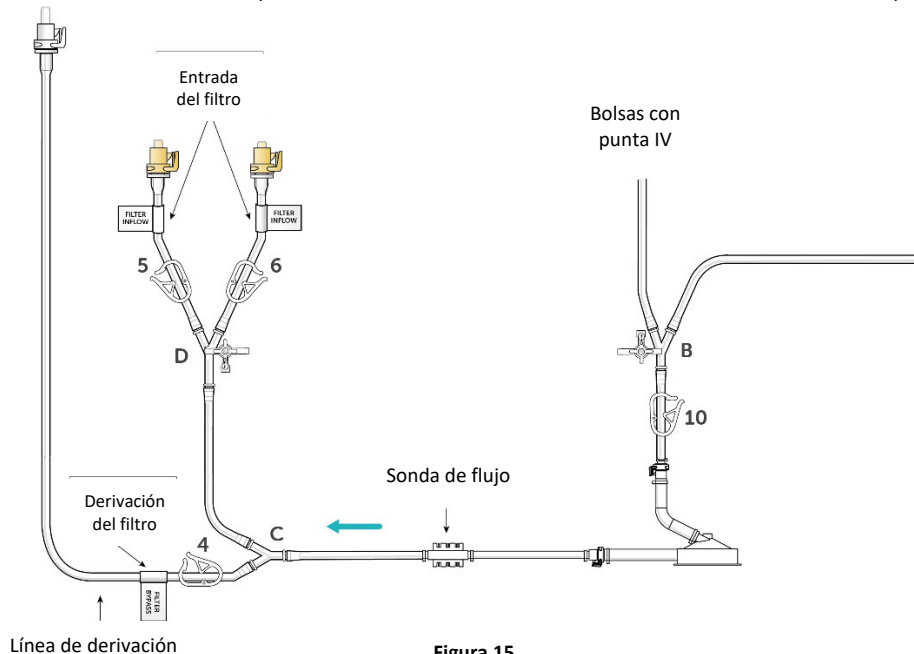

Figura 15
- (a) Ceba el cabezal de la bomba, la entrada del filtro y líneas de derivación abriendo la abrazadera 10, la válvula de cierre «D» y la abrazadera 4; véase la figura 15.